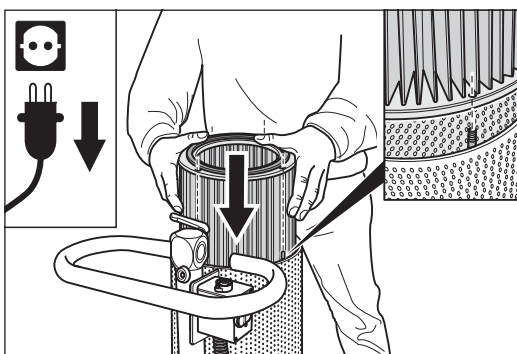

Fig. 30 Meta el filtro por arriba en los cuatro espárragos.
- 2 Introduzca el filtro desde arriba sobre los cuatro espárragos. Ponga cuidado en que no se dañe el filtro. De lo contrario, el sistema trabajará irregularmente (Fig. 30).